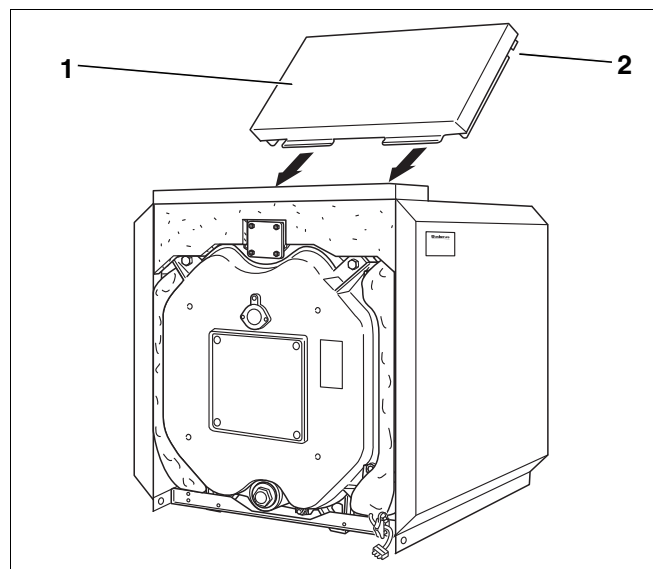

Fig. 37 Montage – capot arrière
- Poser le capot arrière (fig. 37, [1]) entre les panneaux latéraux de manière à ce que la découpe (fig. 37, [2]) passe au-delà de la traverse.